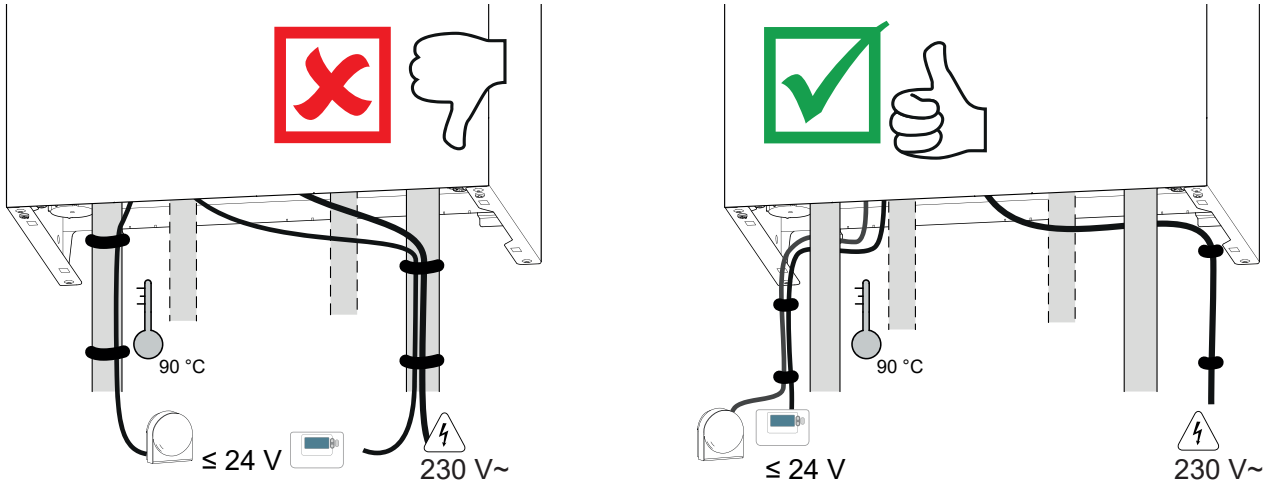

fig. 18 - Chemin de câbles
- Effectuer les raccordements suivant les schémas (fig. 18 et fig. 20).